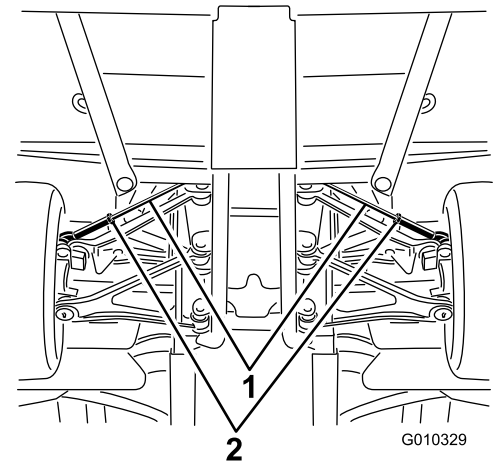

**Figura 58**
2. Misurate l'interasse (all'altezza dell'assale) sulla parte anteriore e posteriore dei pneumatici di sterzo (Figura 58).